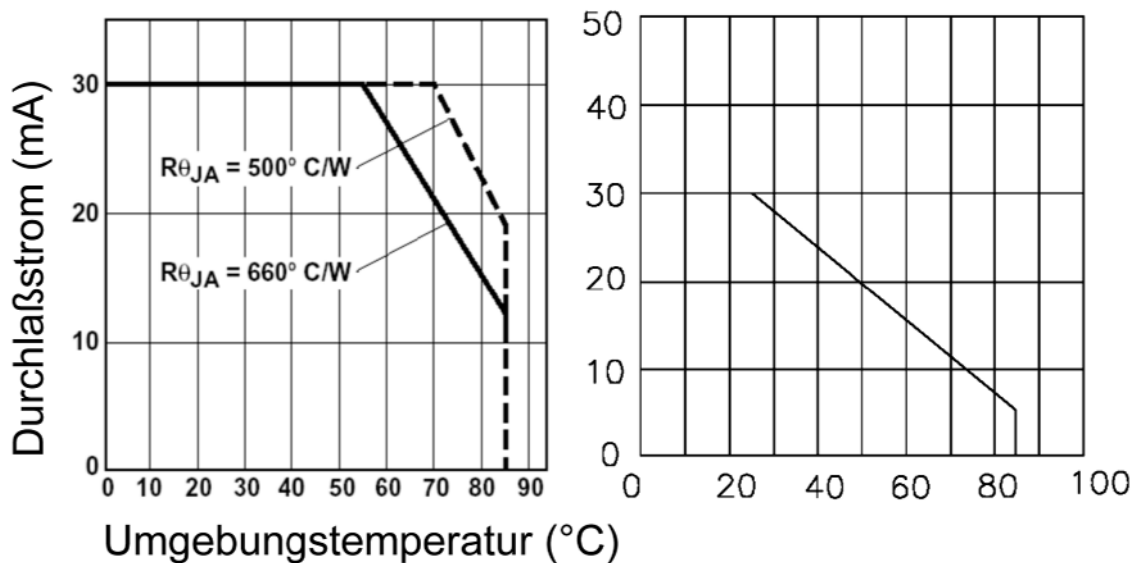

Abbildung 8.1.5 Zur Herabsetzung des Durchlaßstroms bei erhöhter Umgebungstemperatur (Dering). Zwei Beispiele (Agilent, Vishay)
- die Durchlaßstromangabe gilt typischerweise für eine Umgebungstemperatur von 25 °C. Bei höheren Umgebungstemperaturen ist der Durchlaßstrom ggf. zu verringern (Derating; Abbildung 8.1.5).
- keinesfalls mehr als den Maximalwert I_{Fmax} laut Datenblatt. Bei höheren Umgebungstemperaturen ggf. herabsetzen (Derating; Abbildung 8.1.5).
3. Aus dem Datenblattwert $R\Theta_{J-PIN}$ und dem Wärmewiderstand zwischen der LED-Baugruppe (Leiterplatte usw.) und Umgebungsluft ergibt sich ein Gesamt-Wärmewiderstand zwischen PN-Übergang und Umgebungsluft $R\Theta_{JA}$. Das linke Diagramm in Abbildung 8.1.5 zeigt, daß bei geringerem Wärmewiderstand die LED mit einem höheren Durchlaßstrom betrieben werden darf.